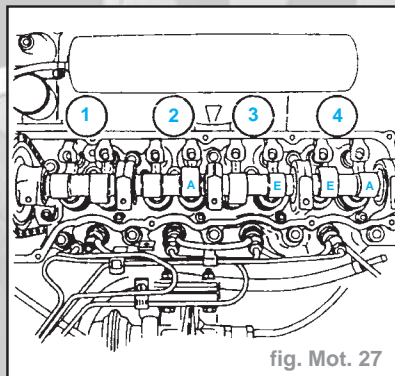

fig. Mot. 27
- Mesurer le jeu des soupapes d'échappement et d'admission du cylindre 4, de la soupape d'admission du cylindre 3 et de la soupape d'échappement du cylindre 2. Il doit être possible de mouvoir, lors de la course d'aspiration, la jauge d'épaisseur entre le culbuteur et la came (fig. Mot. 27).